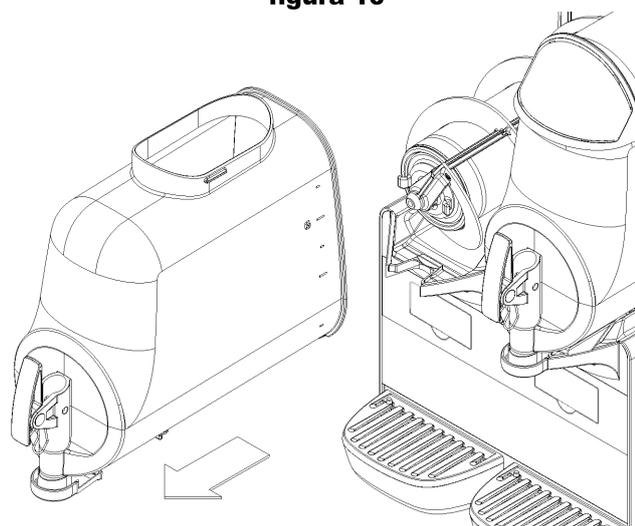

**figura 10**
**2** Para desmontar el recipiente es necesario empujar hacia arriba la palanca correspondiente A (ver figura 10) y luego